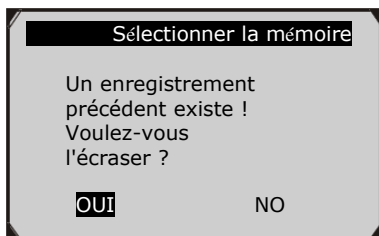

Figure 5.23
- Si vous sélectionnez un emplacement marqué d'une icône d'astérisque (\*), un message vous invitant à écraser l'ancien enregistrement s'affiche.( Figure 5.23)